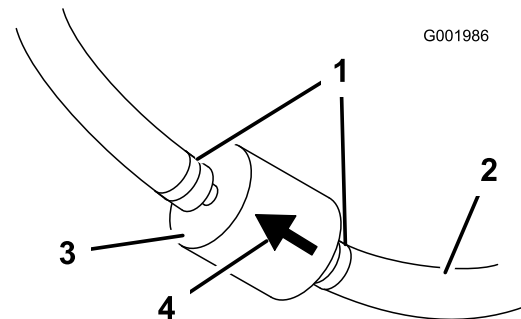

Figura 54
5. Apriete los extremos de las abrazaderas y deslícelas por el tubo alejándolas del filtro (Figura 54).